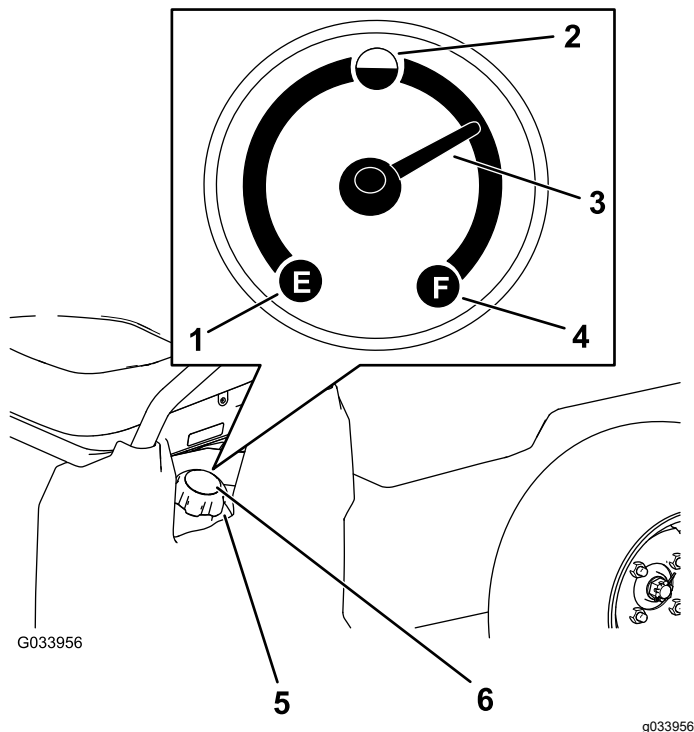

図 14
4. 燃料タンクのキャップ 図 14 の周囲をきれいに拭く。